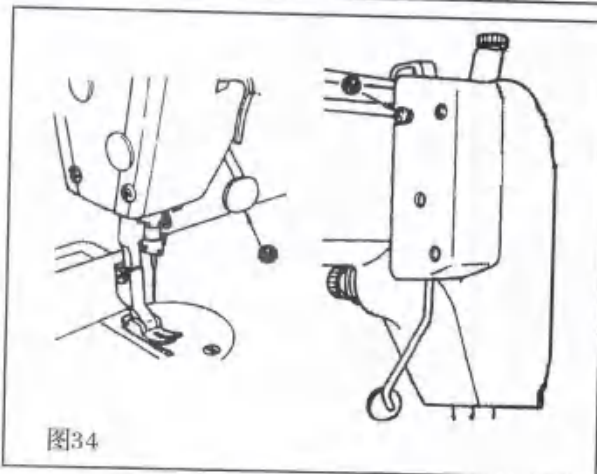

图34
29. 手触倒缝装置 (图34)
ONE-TOUCH TYPE REVERSE FEED STITCHING MECHANISM (FIG.34)